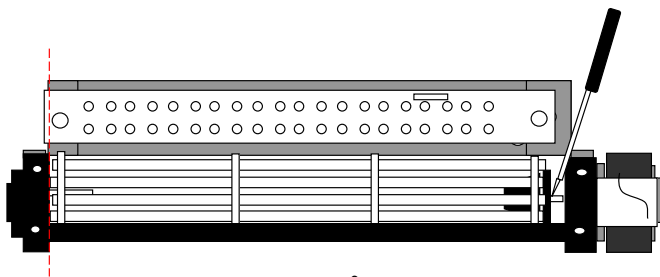

рис. 3
- 2.Используя отвёртку с плоским шлицем аккуратно сдвиньте крыльчатку влево до упора её оси в резиновую стенку подшипника скольжения,прилагая усилие к резиновой муфте крыльчатки ближе к валу двигателя(рис.3).
- 4.Аккуратно сдвиньте крыльчатку вправо до момента когда левый конец лопастей крыльчатки будет на уровне левой стенки корпуса фендеки (рис.3).